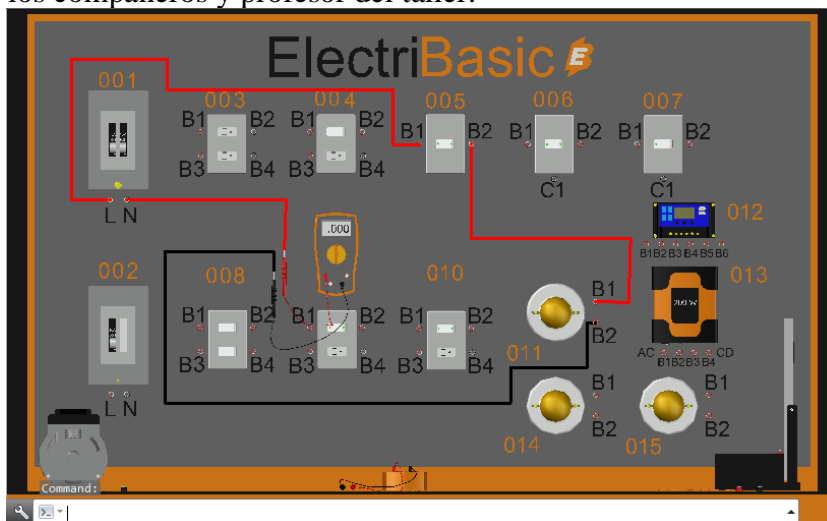

Fig.1 Conexión para luminaria y medición de corriente eléctrica.
- 1.-Repetir la práctica 7 para poder medir la corriente de consumo de las diferentes luminarias existentes, led, fluorescente, e encandécete, véase Fig. 1